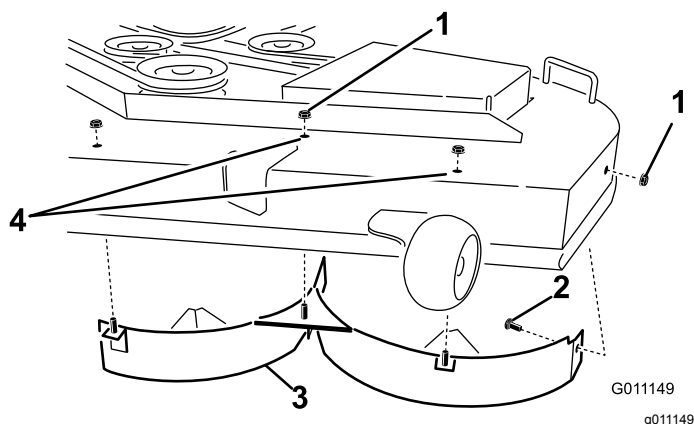

Figura 32
4. Rimuovete i 3 dadi di bloccaggio (5/16") fissati sui perni saldati del deflettore sinistro in posizione centrale, a sinistra del centro ed estrema sinistra, sulla parte superiore del piatto di taglio (Figura 32).
5. Rimuovete il bullone a testa tonda e il dado di bloccaggio che fissano il deflettore sinistro al lato del piatto di taglio (Figura 32).
6. Staccate il deflettore di sinistra dal piatto di taglio (Figura 32).
7. Individuate i 2 bulloni tra le parti sciolte e utilizzate i dadi di bloccaggio esistenti e montate questi elementi di fissaggio nei fori illustrati nella Figura 32, sul piatto di taglio, per prevenire il rischio di detriti volanti.